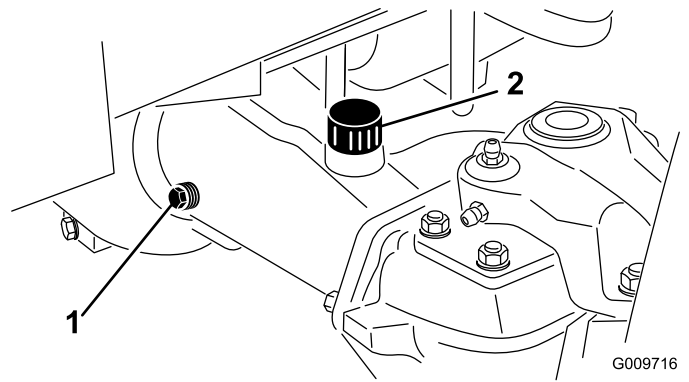

Figura 40
2. Retire un tapón de verificación de un extremo del eje (Figura 40) y asegúrese de que el lubricante llega al borde inferior del orificio. Si el nivel es bajo, retire el tapón de llenado (Figura 40) y añada suficiente